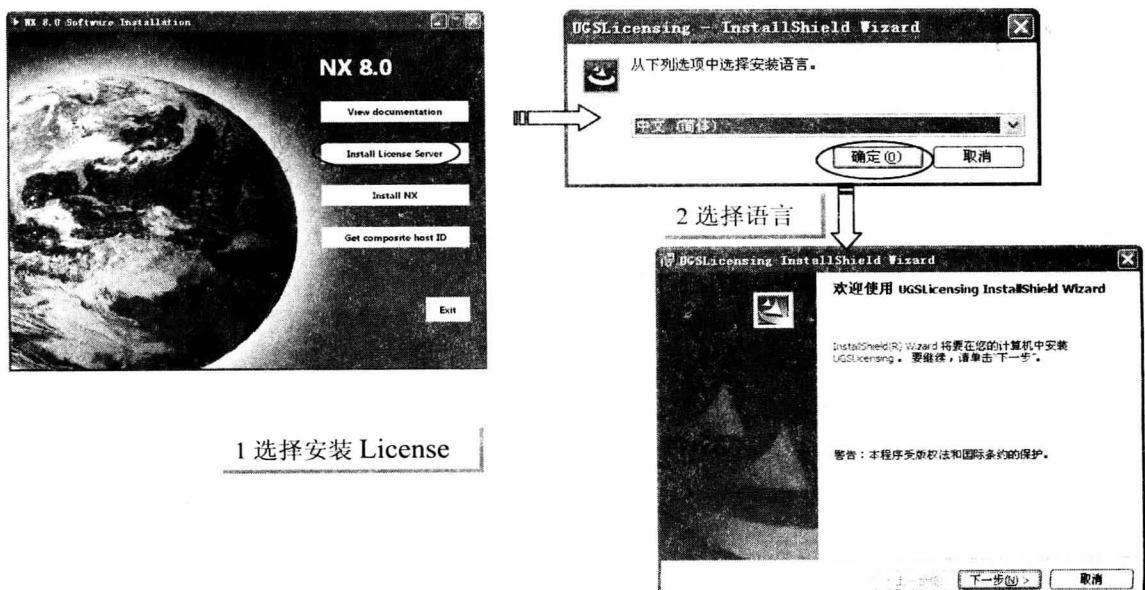

图 1-8 选择安装程序的语言
- 5 单击授权服务器图标**Install License Server**，弹出选择安装程序的语言对话框，如图1-8所示。单击【确定】按钮，默认语言为中文，进入安装欢迎界面对话框。